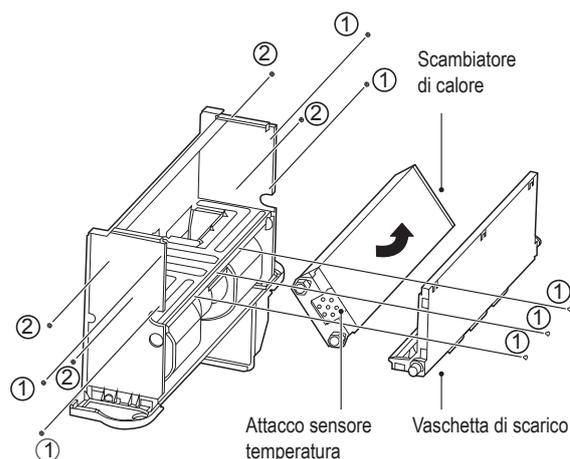
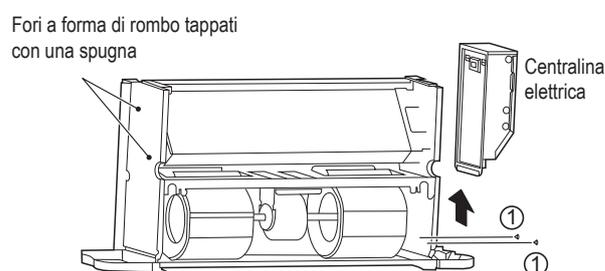

Figura 5-18
Figura 5-19 Rimozione della centralina elettrica e blocco dei fori a forma di rombo
Come mostrato in Figura 5-18, rimuovere le viti ① \*7 per estrarre la vaschetta di scarico.
Ruotare la serpentina nella direzione indicata in Figura 5-18. Come mostrato in Figura 5-19, rimuovere le viti ① \*2 per estrarre la centralina elettrica.
Come mostrato in Figura 5-19, tappare i fori a forma di rombo sulla piastra laterale (la piastra senza tubi di ingresso e uscita) con una spugna.